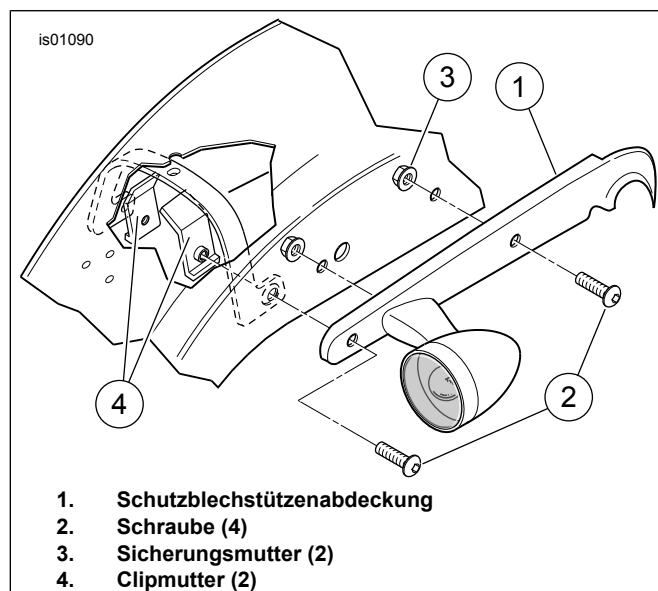

Abbildung 1. Hinterradschutzblechstütze (rechte Seite abgebildet)
1. Siehe Abbildung 1. Die vordere Schraube (2) und die Sicherungsmutter (3) von der hinteren Schutzblechstützenabdeckung (1) entfernen und entsorgen.